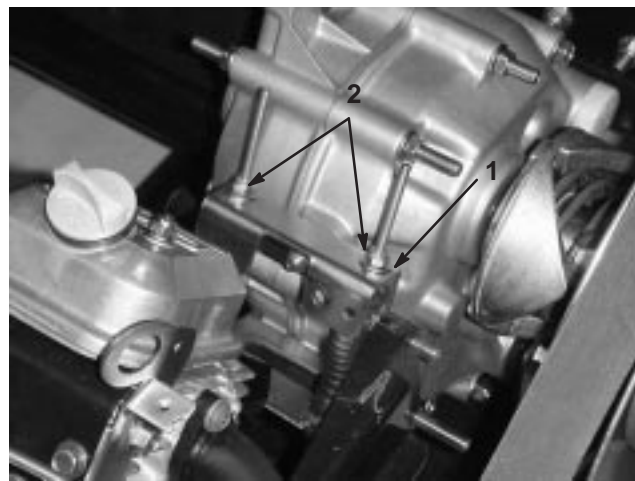

Figure 25
Lors des entretiens courants et/ou des diagnostics du moteur, vous devez placer la boîte-pont au point mort (Fig. 25). La position point mort du levier de vitesses du véhicule commande le point mort de la boîte-pont. Procédez comme suit pour vérifier que le point mort du levier de vitesses actionne correctement le point mort de la boîte-pont :
2. Placez la patte de réglage du point mort de la boîte-pont en position point mort (horizontale), tournez l'embrayage et vérifiez si le véhicule se déplace en avant et en arrière (Fig. 25).
3. Serrez un des contre-écrous (Fig. 25) juste assez pour éliminer le mou du câble de changement de vitesses.